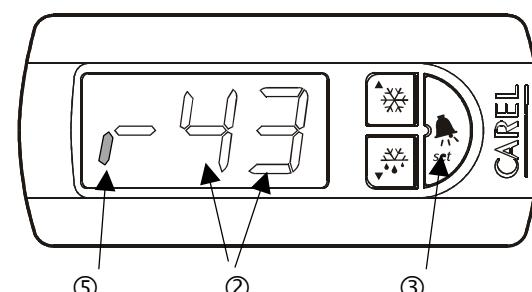

Fig. 8.3.8.2
Аварийный сигнал ПА: дисплейный светодиод (2) показывает код аварийного сигнала П1, мигающего попеременно с температурным значением, включен светодиод (3) аварийного сигнала, а также включен верхний сегмент (1) крайнего левого разряда. (См. рис. 8.3.8.1. на стр. 43 руководства.)
Аварийный сигнал ПF: дисплейный светодиод (2) показывает код аварийного сигнала П1, мигающего попеременно с температурным значением, включен светодиод (3) аварийного сигнала, а также включен нижний сегмент (5) крайнего левого разряда. (См. рис. 8.3.8.2. на стр. 43 руководства.)